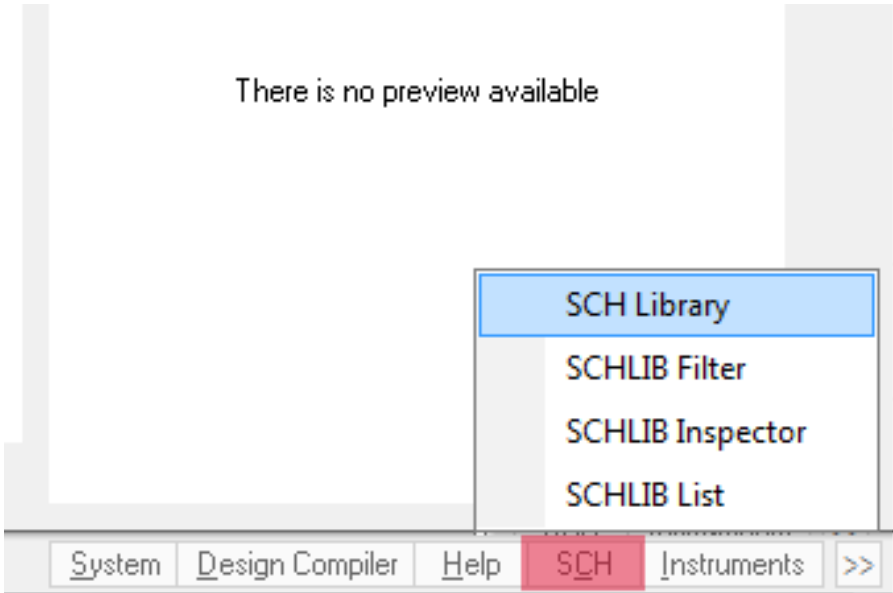

Рисунок 2.6 – Додавання панелі SCH Library
2. Потрібно налаштувати робочу область. Встановити метричні одиниці вимірювання. Відкрити додаткову панель SCH Library за допомогою рядку кнопок у правому нижньому кутку вікна програми (рис. 2.6). У цій панелі зараз нам знадобляться лише вікна: Component (компоненти або символи) та Pins (виводи поточного компоненту), інші для зручності можна згорнути.